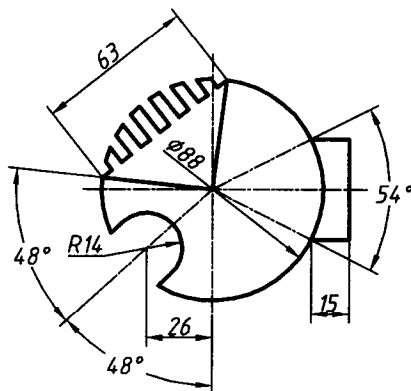

图 1-14
5. 绘制图 1-14 所示的平面图形，设置绘图界限为 297×210 。